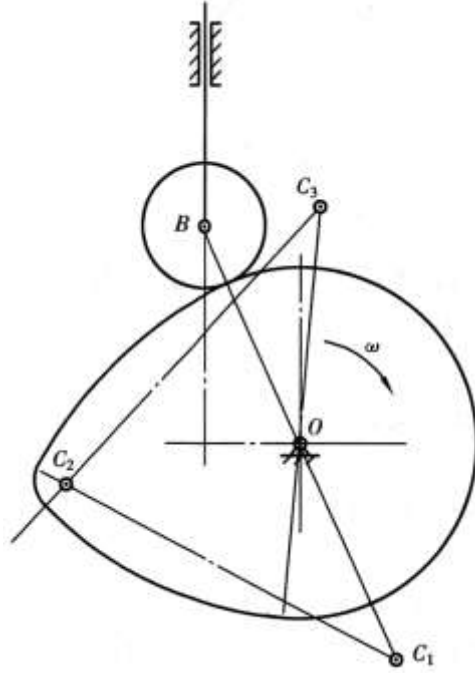

图 1
**【答案】** (1) 当主动件曲柄 1 转动时，通过摇杆 3 将运动传给两个摇杆滑块机构，使两个从动件滑块 5 和 7 实现上下往复移动。
(2) 拆分 6 和 7、4 和 5、2 和 3 组成 II 级杆组；三个 II 级杆组所组成的 II 级机构。
3. 图 1 所示为一偏置直动滚子推杆盘形凸轮机构 ( $\mu_f=0.001\text{m/mm}$ )，已知凸轮的轮廓由四段圆弧组成，圆弧的圆心分别为  $C_1$ 、 $C_2$ 、 $C_3$  和 O。试用图解法求：